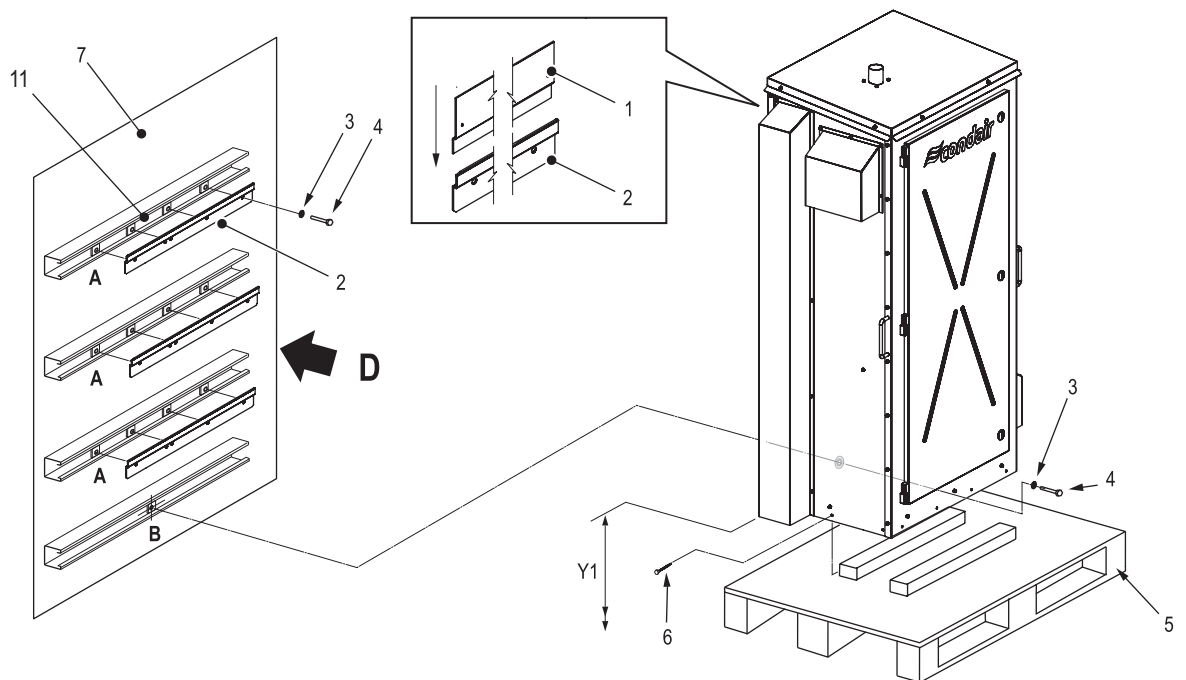

Abb. 10: Montage am Lüftungsgerät
3. Markieren Sie die Befestigungspunkte "A" und "B" an den gewünschten Stellen mit Hilfe einer Wasserwaage. Siehe Abb. 10 und Tabelle 6.
8. Heben Sie den Befeuchter vorsichtig in die Montageposition und richten Sie die Halterungen auf der Rückseite des Befeuchters auf die befestigten Montageschienen aus, wie in Abb. 10 dargestellt. Senken Sie den Befeuchter auf die Montageschienen ab und stellen Sie sicher, dass das Gerät fest sitzt und horizontal ausgerichtet ist.